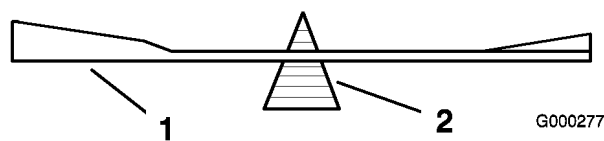
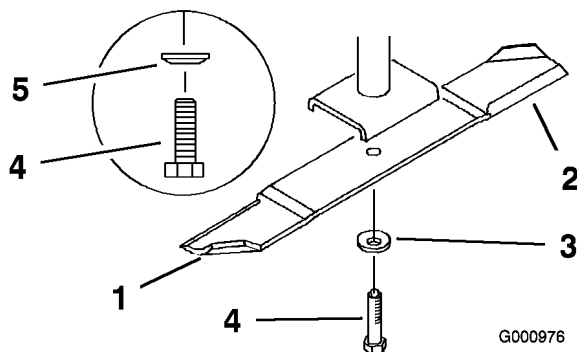

Figure 63
Figure 64
2. Retirez de l'axe le boulon, la rondelle élastique et la lame (Figure 64).
2. Vérifiez l'équilibre de la lame en la plaçant sur un équilibreur (Figure 63). Si la lame reste horizontale, elle est équilibrée et peut être utilisée. Si la lame est déséquilibrée, limez un peu l'extrémité de la partie incurvée seulement (Figure 64). Répétez la procédure jusqu'à ce que la lame soit équilibrée.
1. Placez la lame sur l'axe (Figure 64).
2. Installez la rondelle élastique et le boulon de la lame. Le cône de la rondelle élastique doit être dirigé vers la tête du boulon (Figure 64). Serrez le boulon à 115-150 Nm (85-110 pi-lb).